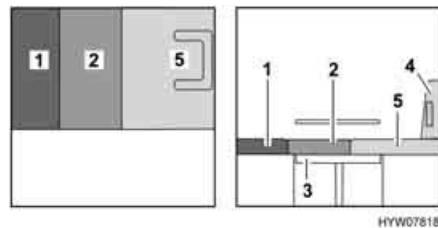

Fig. 119 Dopo la trasformazione
- Tirare il cuscino del divano (Fig. 119,2) in avanti.
- Posizionare il cuscino dello schienale (Fig. 119,1) tra il cuscino del divano e la parete posteriore.
- Posizionare il cuscino aggiuntivo (Fig. 119,5) sul sedile del conducente.
- Se necessario, spingere il sedile del conducente (Fig. 119,4) nuovamente all'indietro.